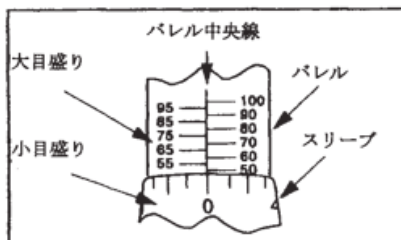
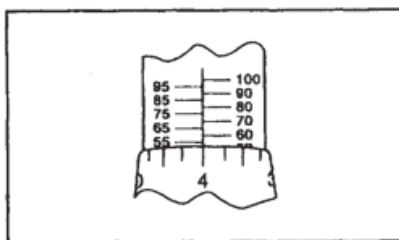

図 2 : トルク設定 50 の場合
図 3 : トルク設定 54 の場合
3. ロックリングを解除した状態で、図2および図3のようにハンドルまたはバレルを回転させて、トルクレンチを希望のトルク値に設定します。